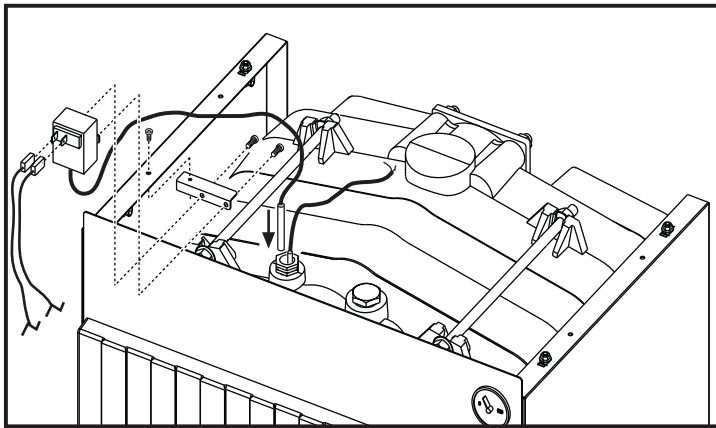

рис. 10
- Прикрепите крепежную скобу и термостат, как показано на рис. 10.